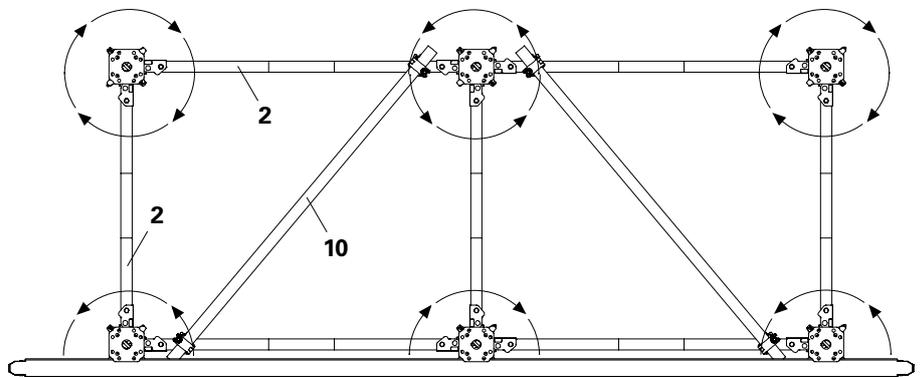

Fig. A3.06
- Les assemblages doivent être contreventés par des tubes d'échafaudage $\varnothing 48.3$ (**10**) positionnés en diagonale à environ la moitié de la hauteur de l'échafaudage. (Fig. A3.06)